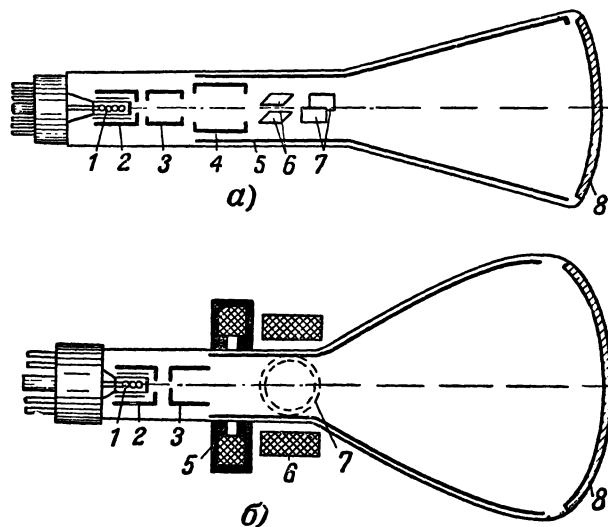

Рис. 8.
В трубках с магнитным отклонением луча (рис. 8, б) роль отклоняющих пластин выполняют расположенные на горловине трубки катушки, магнитное поле которых воздействует на электронный луч.
1. Трубки с электростатической фокусировкой и электростатическим отклонением луча. Эти трубки применяются в основном в измерительной и радиолокационной аппаратуре (рис. 8,а).
2. Трубки с магнитной фокусировкой и магнитным отклонением луча. Эти трубки нашли широкое применение в телевизорах (рис. 8,б).